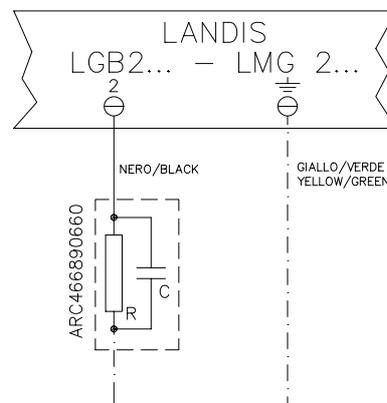

Fig. 34a
** En estas ocasiones insertar un circuito RC, véanse Fig. 34a e Fig. 34b.